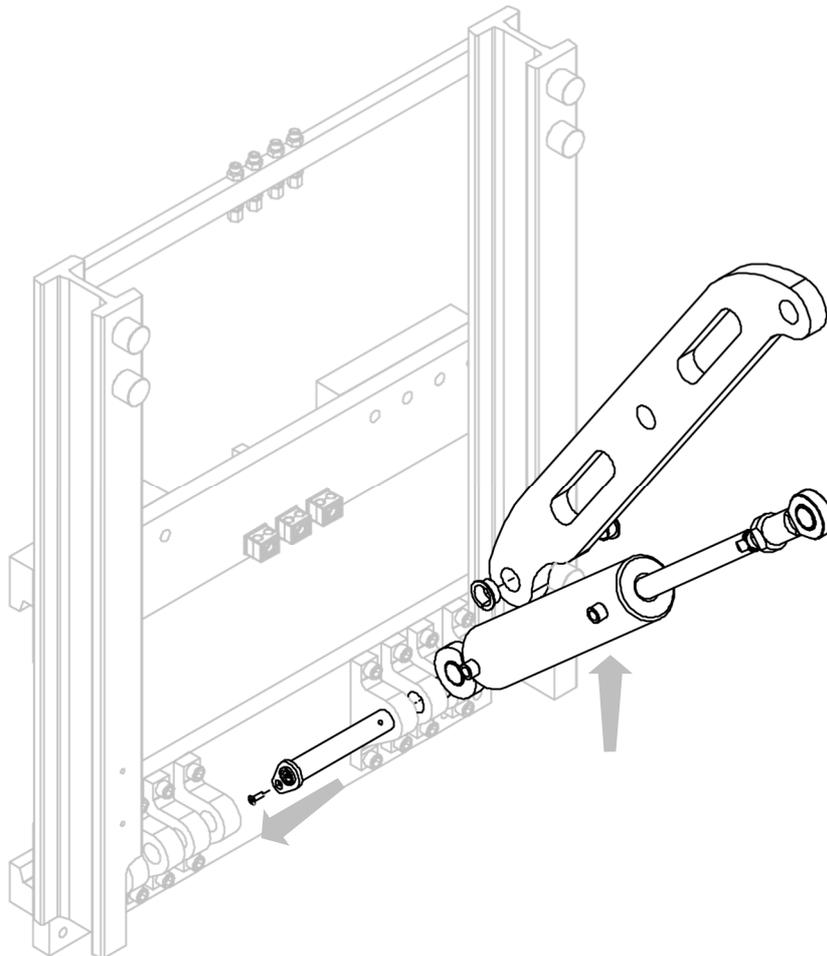

Figure 15
3. Retirer les cylindres et les bras restants après avoir retiré les goupilles qui les lient aux supports boulonnés (voir *Figure 15*).